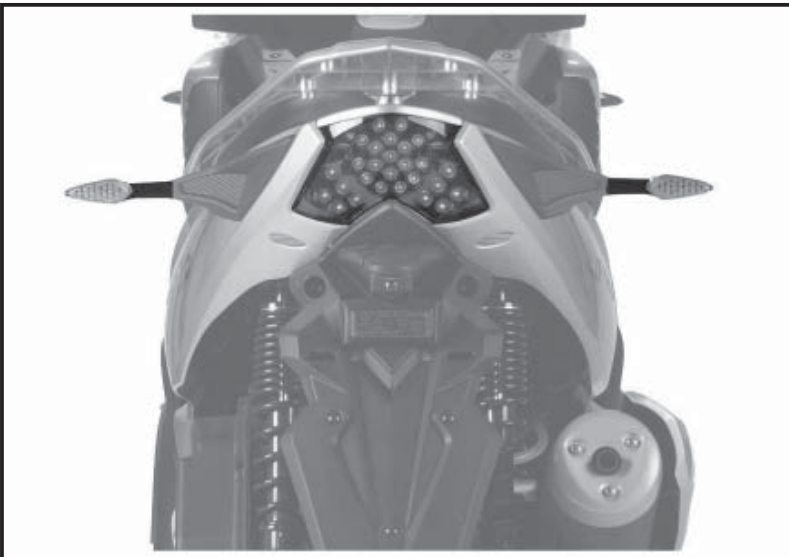

Fig. 02
6.16 TAIL/BRAKE LIGHT AND DIRECTION INDICATORS (Fig. 02)